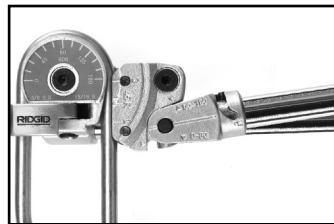

Figure 15
4. Ramenez le manche du porte-galet autour de la matrice jusqu'à ce que le repère « 0 » du porte-galet s'aligne avec celui du degré de cintrage voulu (Figure 15). Les deux manches ne peuvent pas se croiser.